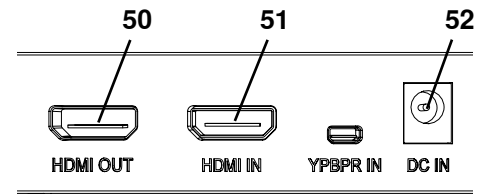

図35
- ⇒HDMIビデオレコーダーのRECボタン（56、図35）を押します。
- ◆シグナルLED（55、図35）が赤に変わります。
- ⇒ヘッドセットのマイクケーブルのプラグ（ピンク色のプラグ）をMIC IN接続端子（54、図35）（ピンク色の印）に差し込んでください。